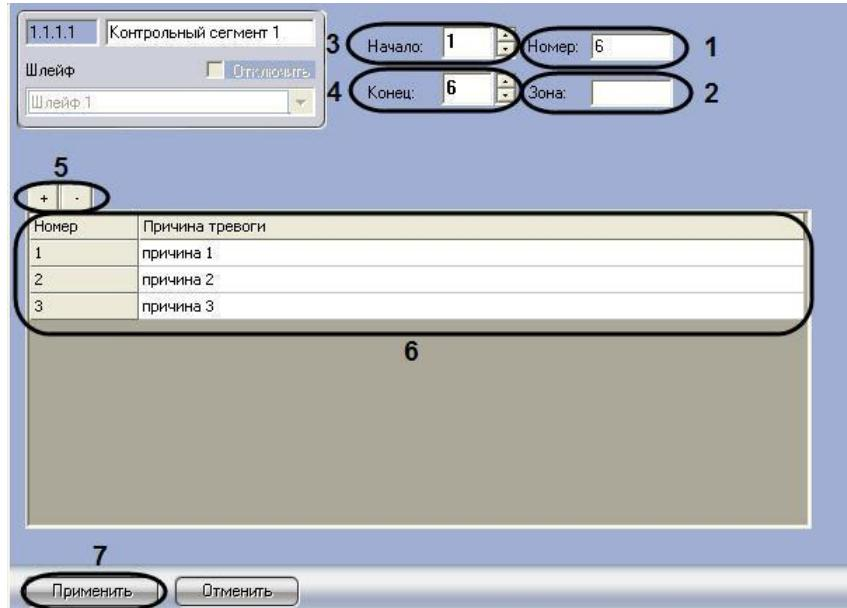

Рис. 2.8-2. Настройка контрольного сегмента
1. Перейти на панель настройки объекта **Контрольный сегмент** (Рис. 2.8-2).
2. В поле **Номер** ввести номер контрольного сегмента кабеля, заданный при настройке системы *Intrepid Micropoint* в программе «Site Manager» (см. Рис. 2.8-2, 1).
3. В случае если контрольный сегмент принадлежит зоне регистрации, в поле **Зона** ввести номер соответствующей зоны (см. Рис. 2.8-2, 2).
4. В поле со списком **Начало** ввести номер субъячейки, соответствующей ключевой точке, в которой начинается контрольный сегмент (см. Рис. 2.8-2, 3).
5. В поле со списком **Конец** ввести номер субъячейки, соответствующей ключевой точке, в которой заканчивается контрольный сегмент (см. Рис. 2.8-2, 4).
6. Задать возможные причины тревожных событий на контролльном сегменте. Для добавления причины в таблицу используется кнопка +, для удаления – кнопка -(см. Рис. 2.8-2, 5).
7. После добавления причины в таблицу изменить при необходимости ее описание в столбце **Причина тревоги** (см. Рис. 2.8-2, 6).
8. Для сохранения внесенных изменений нажать кнопку **Применить** (Рис. 2.8-2, 7).